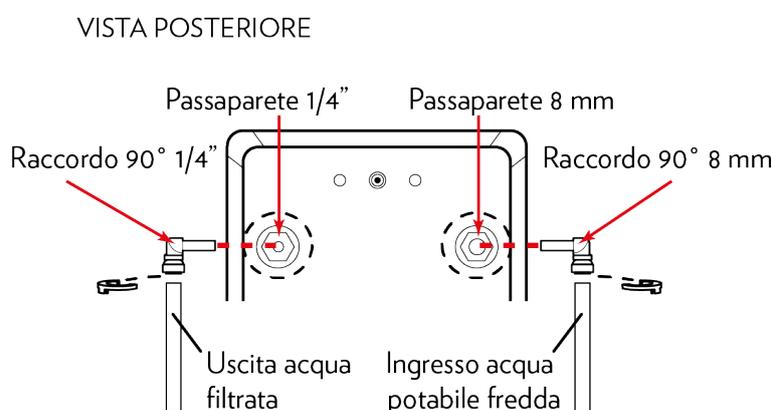

Fig. 2-1
17.10 – Inserire a pressione l'altra estremità del tubo in PE 8 mm nel passaparete 8mm del sistema di filtraggio (o del raccordo 90° 8 mm), spingere con forza adeguata fino al punto di arresto, se utilizzato il raccordo 90° inserire la clip di sicurezza, vedi Fig. 2.1.